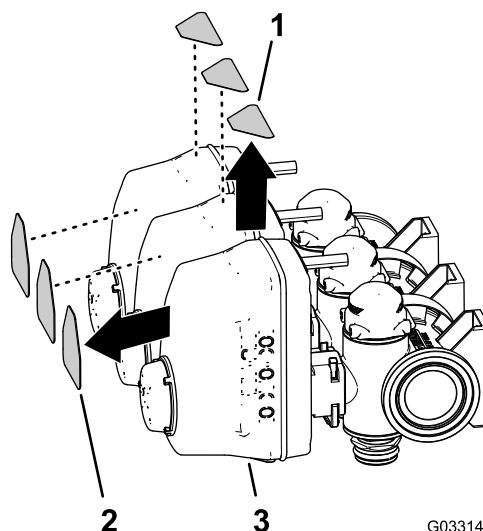

Figure 61
- Enlevez les 3 autocollants de vanne de rampe et les 3 autocollants de réglage de dérivation (Figure 61).